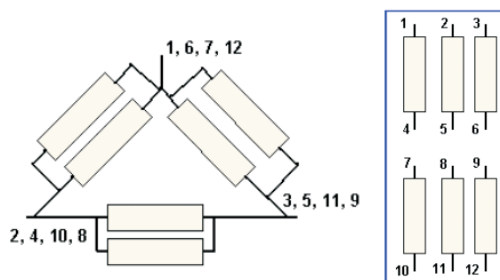

Figura 21
- Estrela: a tensão nominal é de 380 V (ver figura 21)
- Triângulo em paralelo: a tensão nominal é 220 V (ver figura 21)